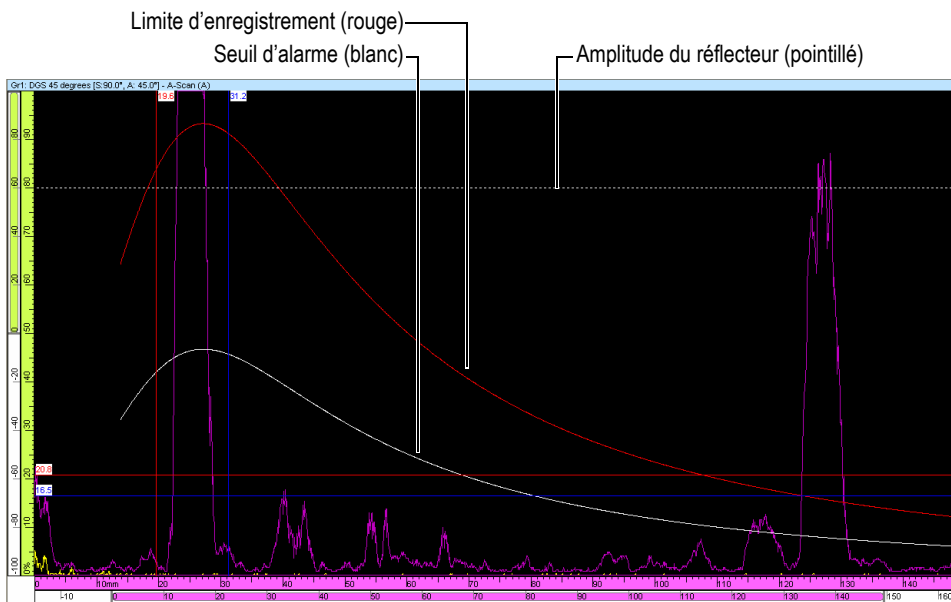

Figure 4-45 Exemple de courbes AVG et d'alarmes
- c) Cochez la case **Afficher AVG** pour afficher la courbe AVG dans le A-scan (voir la Figure 4-45 à la page 285).